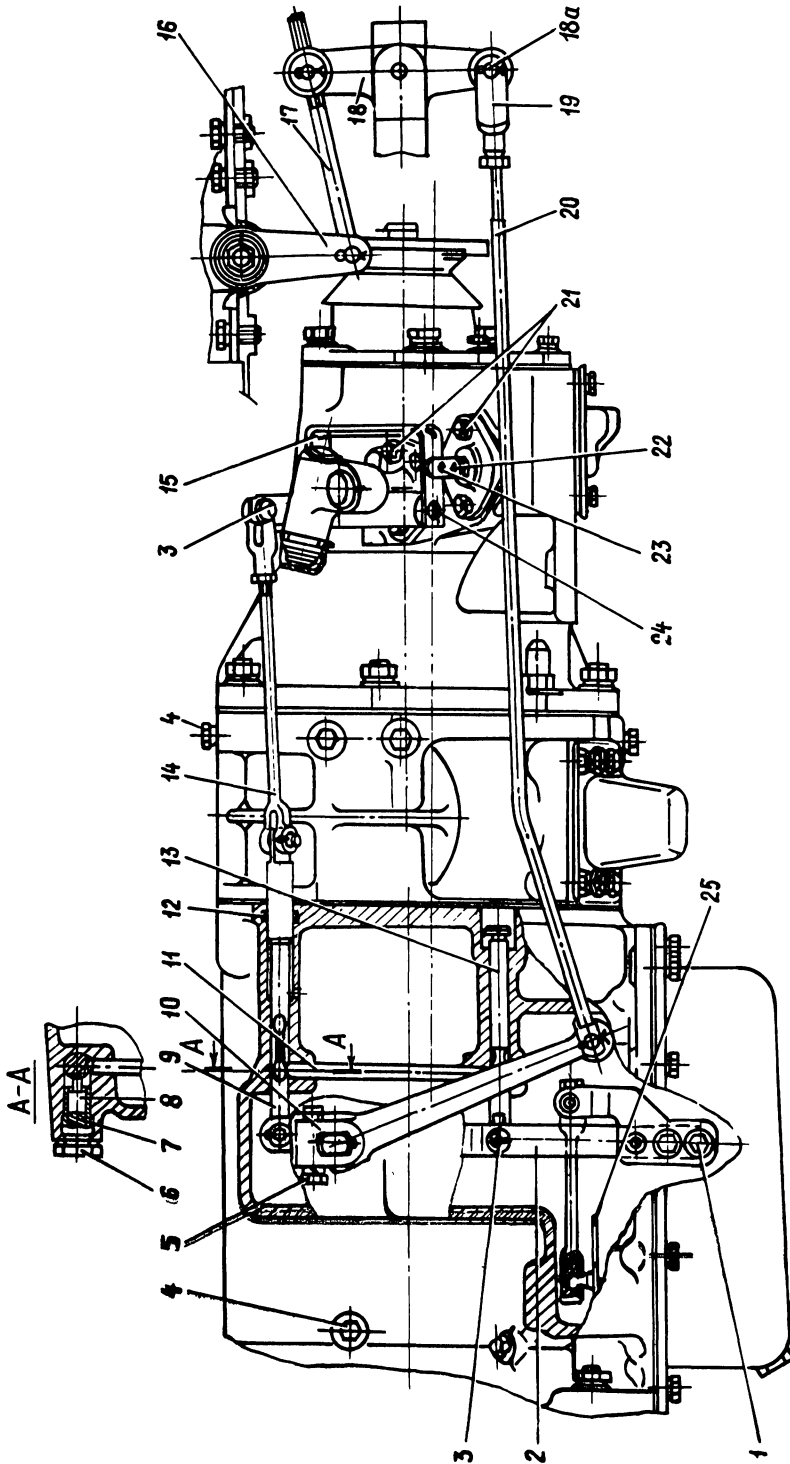
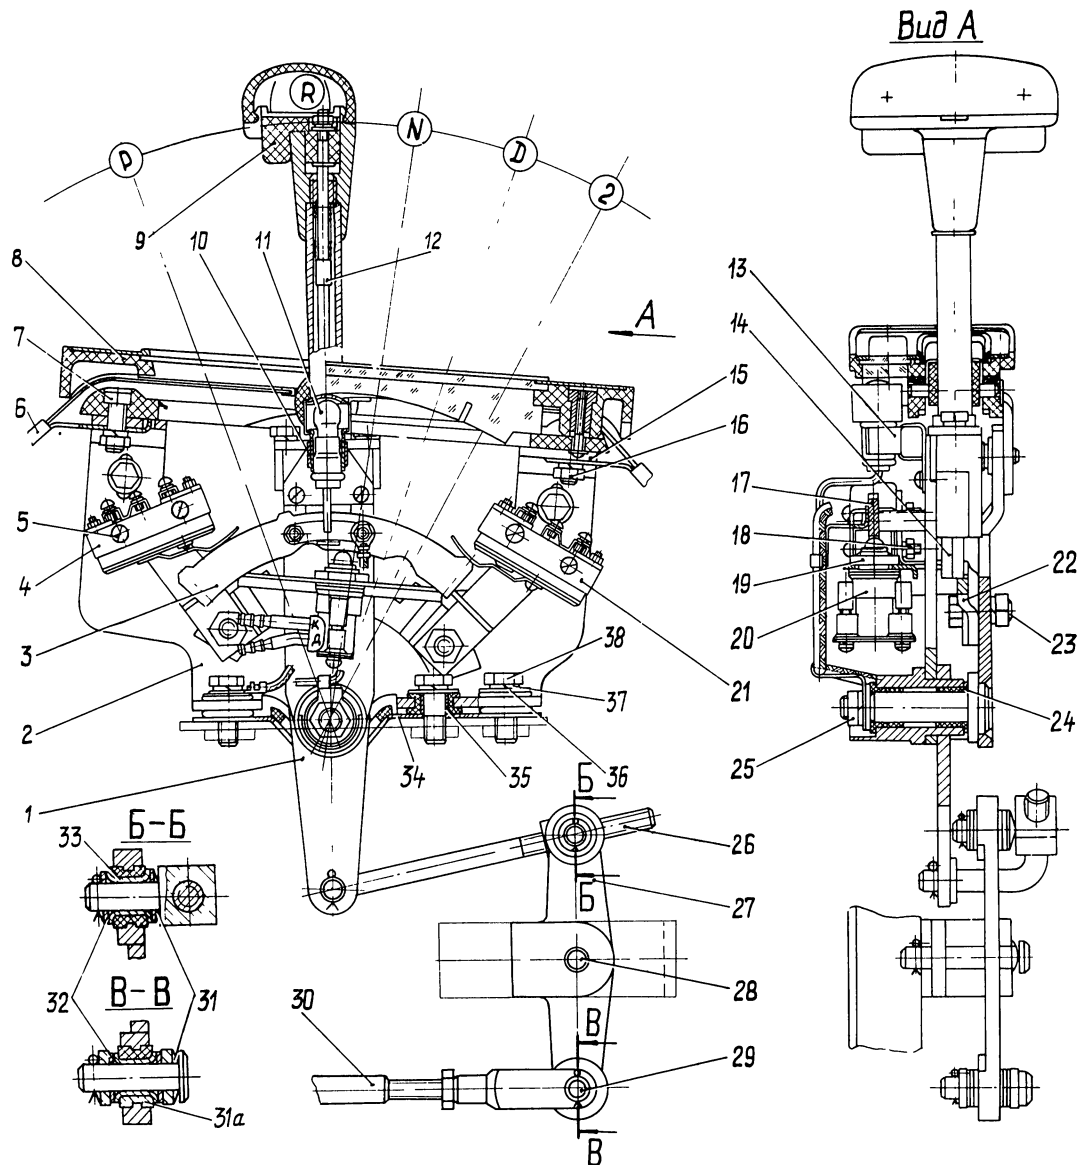

Рис. 31. Механизм переключения передач и блокировки:
Рис. 32. Установка привода управления механизмом переключения передач:
Наружный рычаг 10 (рис.31) механизма переключения передач установлен снаружи картера планетарного механизма на валике. На этом же валике в коробке передач установлен внутренний рычаг механизма переключения передач, палец которого входит в отверстие коромысла 2 механизма переключения передач.
Наружный рычаг 10 механизма переключения передач может устанавливаться в пяти фиксируемых положениях Р, R, N, D, и 2, соответственно положениям рычага 1 переключения передач (рис.32).
Когда рычаг установлен в положение Р (блокировка), верхний 9 (рис.31) и нижний 13 штоки механизма переключения передач находятся в крайнем переднем положении. При этом стопорный стержень 11 заходит в канавку нижнего штока и запирает его. Верхний шток 9,
Привод управления механизмом переключения передач состоит из рычага I (рис. 32) управления и панели 8 рычага, на которой обозначены его положения: 2 (понижающая передача), D (движение), N (нейтральное), R (задний ход) и P (блокировка коробки передач). В привод входит также кронштейн 2 для крепления рычага и панели на кузове автомобиля, тяга 30 и рычажный механизм (рис. 31), установленный на картере коробки передач.
В рукоятке рычага расположена кнопка 9 (рис. 32), соединённая штоком с защёлкой I4. Кнопка и защёлка удерживаются в рабочем положении пружиной. Защёлка I4 своим выступом входит в пазы сектора 22, установленного на кронштейне 2 и таким образом фиксирует рычаг в требуемом положении.
1. Тяга 20 (рис.31) перемещается и при помощи рычажного механизма поворачивает сектор 25 валика переключения передач таким образом, что в коробке передач включается нейтральное положение.
2. Выступ сектора 17 (рис.32) замыкает контакты выключателя 4 и обеспечивает возможность включения стартера.
5. Произвести проверку работы электрических и вакуумной выключателей. Нормально открытый контакт электрического выключателя 4 /рис. 32/ должен замыкаться только при установке рычага переключения передач в положения N и P. Нормально открытый контакт электрического выключателя 2I должен замыкаться только при установке рычага переключения передач в положения R. Вакуумный выключатель должен обеспечивать соединение полости камеры выключения стояночного тормоза с атмосферой только при установке рычага переключения передач в положения N и P. При всех остальных положениях рычага переключения передач вакуумный выключатель должен соединять